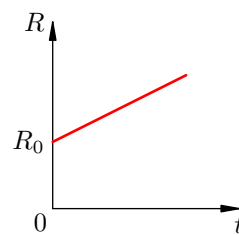

Рис. 4.  $R = R(t)$
Здесь  $R_0$  — сопротивление проводника при  $0^\circ\text{C}$ . График зависимости (1) является прямой линией (рис. 4).